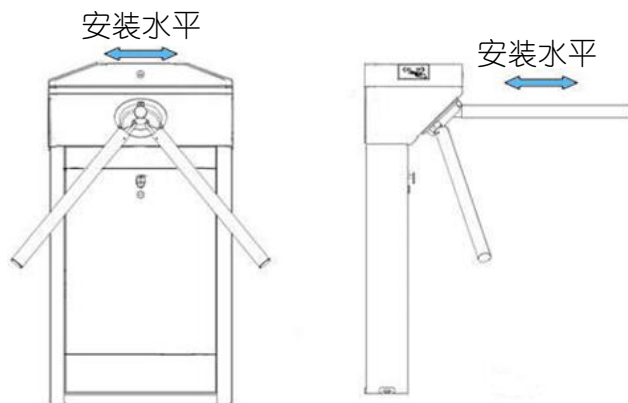

图 3-5
- ③ 将电缆预先从电缆入口抽出，并区分强电电缆及信号电缆入口。
- ④ 利用螺孔虚位调节三辊闸指向平行于通道，确认底部安装稳固后，紧锁膨胀螺钉的螺母，如图 3-5 所示：